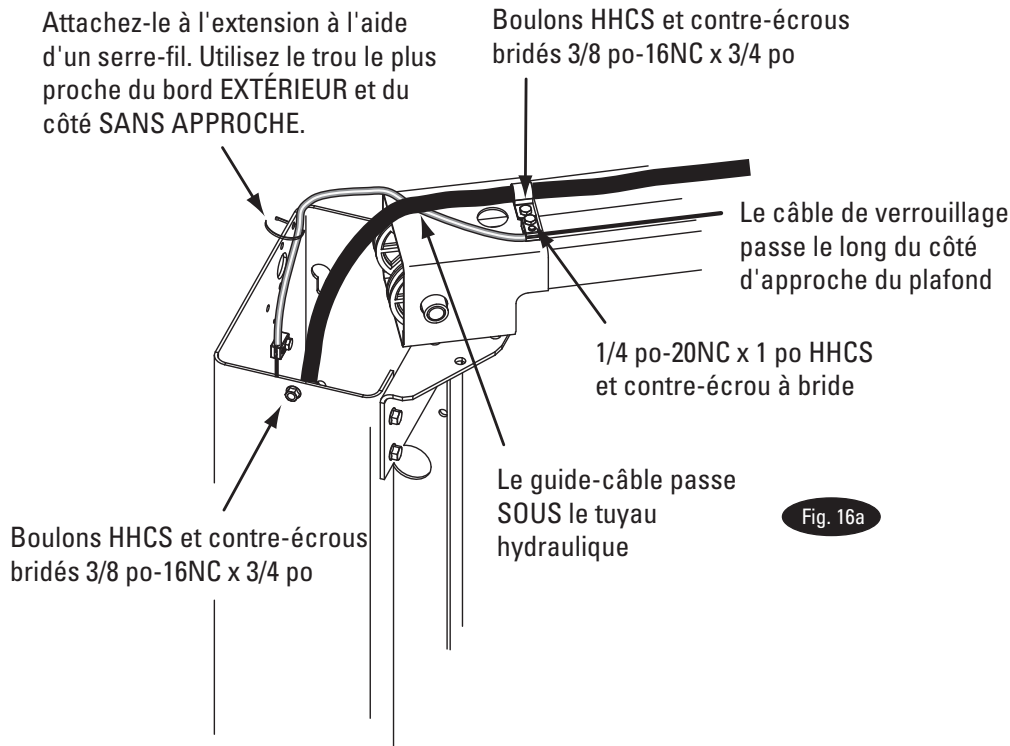
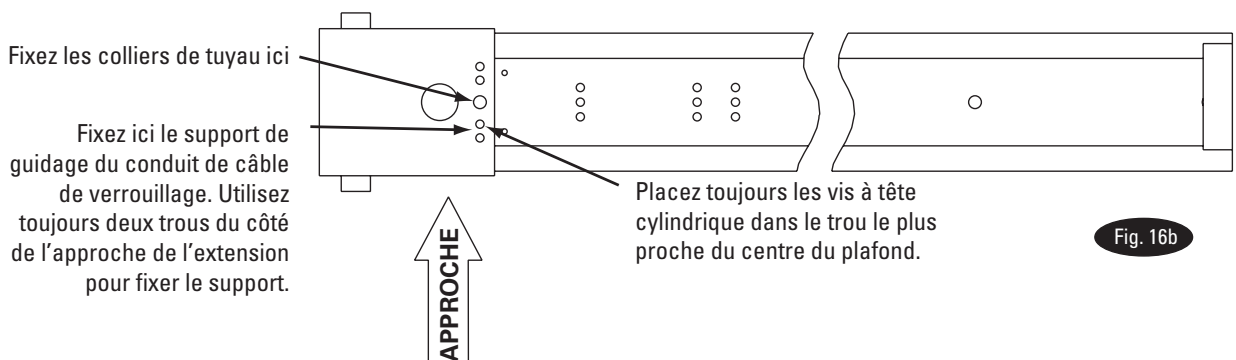
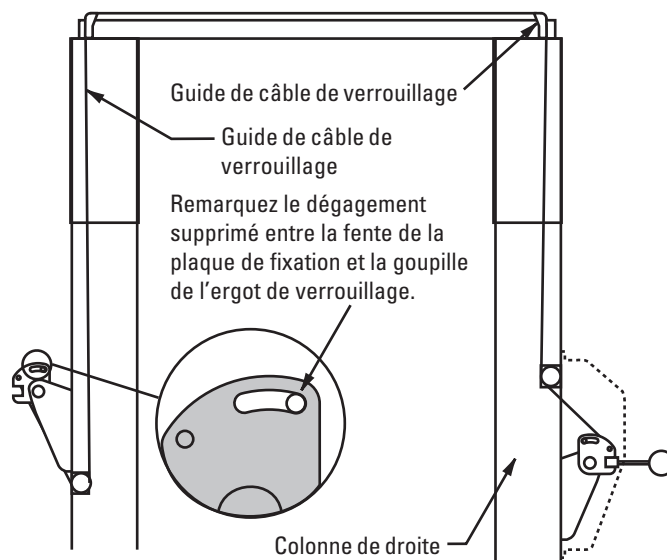
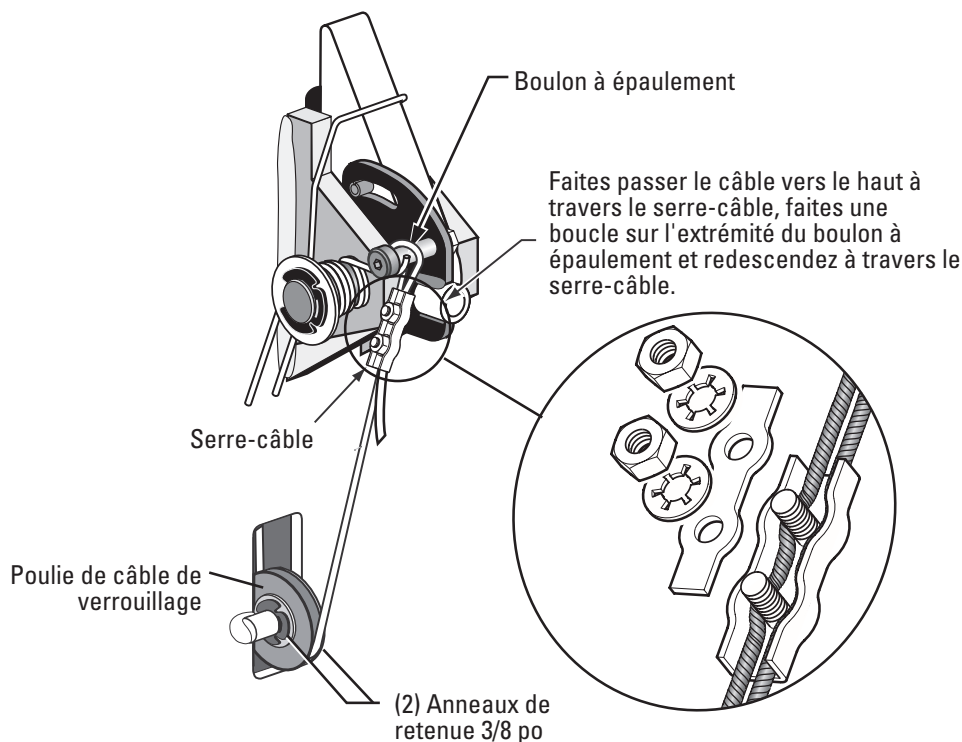

Fig. 16a
Fig. 16b
Fig. 18
Fig. 19
REMARQUE : Acheminez le tuyau de l'unité d'alimentation à l'intérieur des colonnes en utilisant les fentes prévues à la base de la colonne, Fig. 14. Faites passer le tuyau de la poutre dans le canal de la colonne, à l'extérieur de celle-ci, Fig. 14. Le tuyau de la poutre passe sur l'extrémité supérieure de la poutre, Fig. 12 et Fig. 16a et Fig. 16b.
- D) Fixez les supports de guidage du conduit de câble du loquet au plafond, comme illustré, Fig. 16a et Fig. 16b. Utilisez toujours les trous situés du côté de l'approche du pont élévateur. La vis à tête cylindrique hexagonale doit se trouver dans le trou le plus proche du centre de la poutre, Fig. 16b.
- E) Acheminez le câble vers le haut à l'intérieur de la colonne et à travers le guide-câble du loquet, Fig. 16a et Fig. 18.
fournies, attachez le guide-câble à l'extension de la colonne, comme illustré, Fig. 16a. Le guide doit être fixé dans le trou le plus proche du bord extérieur de la colonne du côté NON APPROCHE.
- F) Continuez à acheminer le câble vers le guide-câble du loquet de la colonne gauche, Fig. 16a et Fig. 18, en acheminant le câble à travers le guide-câble du loquet de la colonne gauche, Fig. 16a.
À l'aide des attaches métalliques fournies, attachez le guide-câble à l'extension de la colonne, comme illustré, Fig. 16a. Le guide doit être fixé dans le trou le plus proche du bord extérieur de la colonne du côté **NON APPROCHE**.
- G) Descendez le câble à l'intérieur de la colonne de gauche et faites passer l'extrémité du câble à travers la fente inférieure de la poulie de câble du loquet afin que le câble soit maintenant de retour à l'extérieur de la colonne, Fig. 19.
- H) Installez la poulie du câble de verrouillage et les anneaux de retenue dans la fente inférieure de la colonne non motorisée, comme illustré, Fig. 19.
- I) Acheminez le câble sous la partie inférieure de la poulie du câble de verrouillage, Fig. 19.
- K) Insérez le câble dans le serre-câble le long d'un côté, faites une boucle autour de la vis à épaulement et redescendez, en insérant le câble le long de l'autre côté du serre-câble, Fig. 19. Remettez le dessus sur le collier, en serrant à peine.
- L) Ensuite, tirez la plaque de commande vers le bas, Fig. 18 et Fig. 19, pour éliminer tout jeu entre la fente de la plaque de commande et la goupille de verrouillage, Fig. 18.